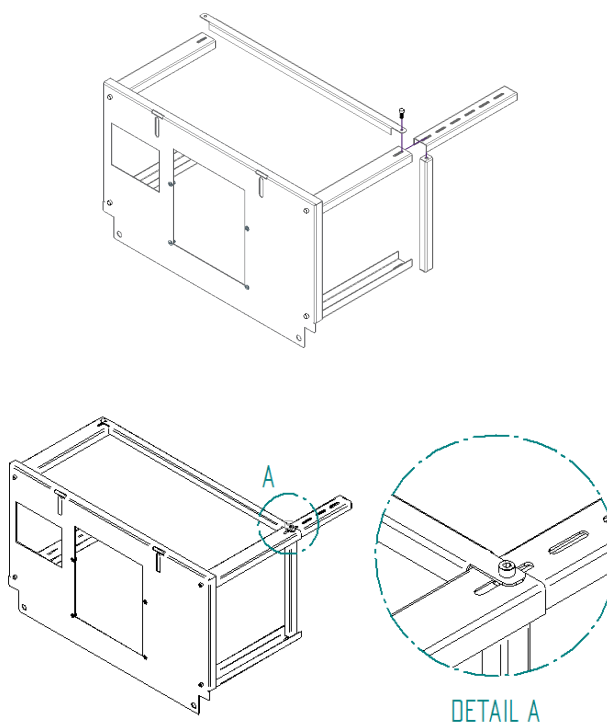

Figura 3 – Montagem mesa auxiliar
2. Colocar um dos travamentos curtos pelo interior de uma das extensões de perna e inserir entre as duas extensões de perna de um lado, como pode ser visto na imagem abaixo. Coloca-se um dos travamentos compridos por fora e fixar o conjunto com um parafuso DIN 912 M8x20mm. Não aperte o parafuso com força, para facilitar o resto da montagem do conjunto. A extensão das pernas tem 5 furos, deve-se seleccionar qual aplicar, bem como, a altura total da mesa, conforme mostra a Figura 3.